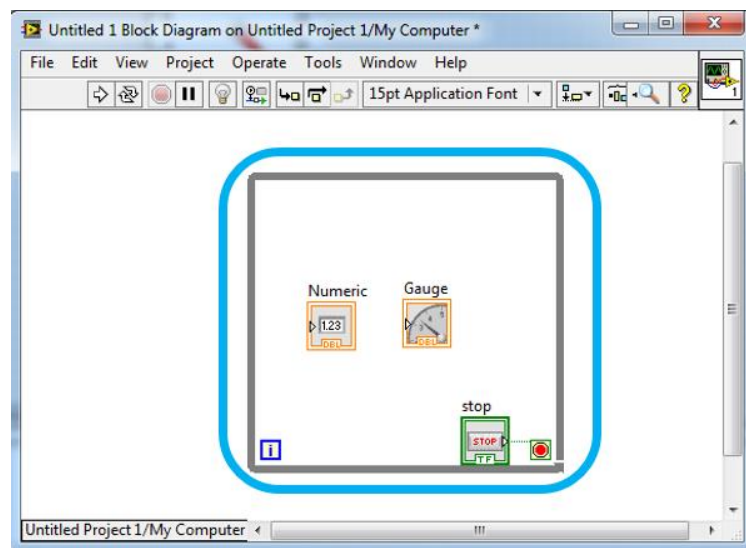

Figura 2.84: Programación del diagrama de bloques de LabView.
5. En la ventana de diagrama de bloque realizar un lazo while para tener una secuencia repetitiva y siempre se estén mostrando los datos como indica en la figura 2.84.